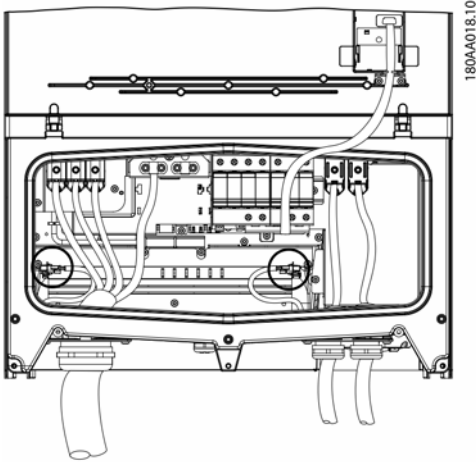
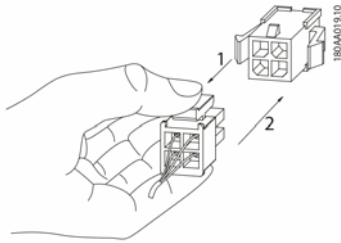

Abbildung 1.1
Abbildung 1.2
3. Die zwei schwarzen Kabel lösen, die die Lüfter mit Strom versorgen: 1 rechts außen und 1 links außen. Abbildung 1.1 zeigt die Position der Kabel und (1) in Abbildung 1.2 zeigt, wie die Steckverbindung der schwarzen Kabel abgezogen wird.
3. Die 2 Stecker der 2 Kabel einrasten lassen. Siehe Abbildung 1.1 und (2) in Abbildung 1.2.